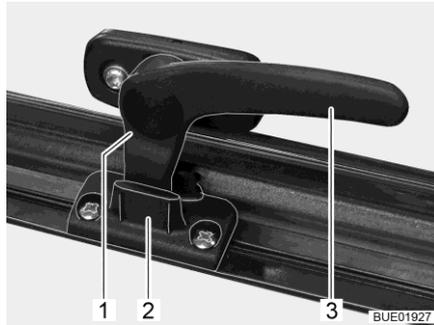

Bild 21 Verriegelungshebel in Stellung "Dauerbelüftung"
- in Stellung "Dauerbelüftung" (Bild 21)
- Den Verriegelungshebel (Bild 21,3) eine viertel Umdrehung zur Fenster- mitte hin drehen.
- Den Verriegelungshebel eine viertel Umdrehung zum Fensterrahmen hin drehen. Die Verriegelungsnase (Bild 21,1) dabei in die Aussparung der Fensterverriegelung (Bild 21,2) einfahren.